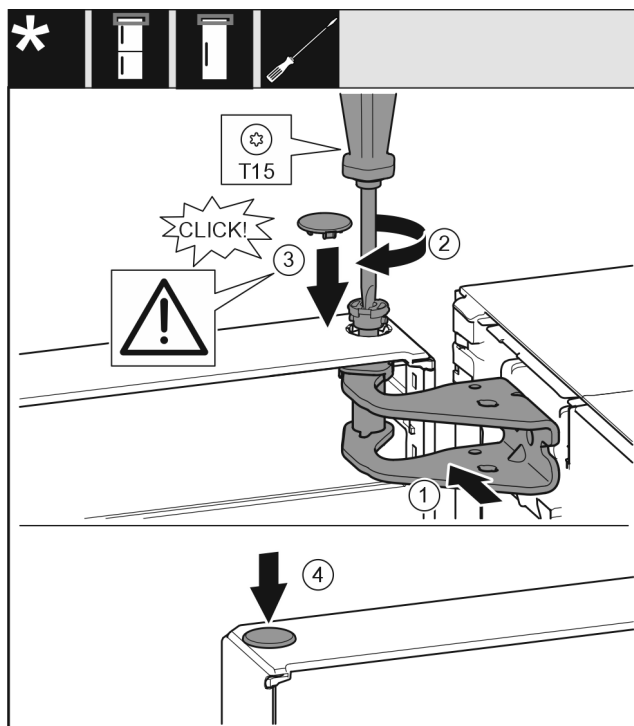

Fig. 13
- ▶ Deur boven uitlijnen op de opening in de lagerbus. Fig. 13 (1)
- ▶ Bouten aanbrengen en met schroevendraaier T15 vastschroeven. Fig. 13 (2)
- ▶ Veiligheidsafdekking voor de veiligheid van de deur monteren: Veiligheidsafdekking aanbrengen en controleren of deze op de deur rust. Anders bout volledig aanbrengen. Fig. 13 (3)
- ▶ Stop aanbrengen. Fig. 13 (4)